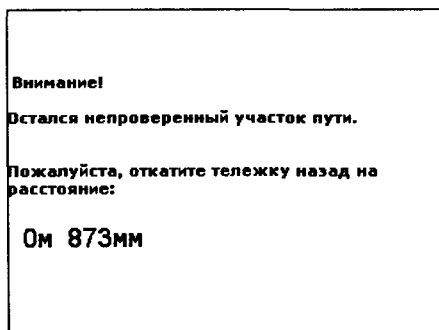

Рисунок 49
11.30.8. В многоканальном режиме сплошного контроля при остановке записи дефектограмм в регистратор без закрытия протокола и выходом из сплошного режима контроля, например для проведения уточняющего контроля в одноканальном режиме, дефектоскоп запоминает значение путевой координаты в момент остановки записи. При последующем включении функции записи дефектограммы в регистратор нажатием клавиши при нахождении дефектоскопа на еще не проконтролированном участке пути, сначала устанавливается экранная форма с информацией расстояния, на которое надо откатить тележку для выхода на путевую координату, зафиксированную в момент остановки регистрации (рисунок 49).